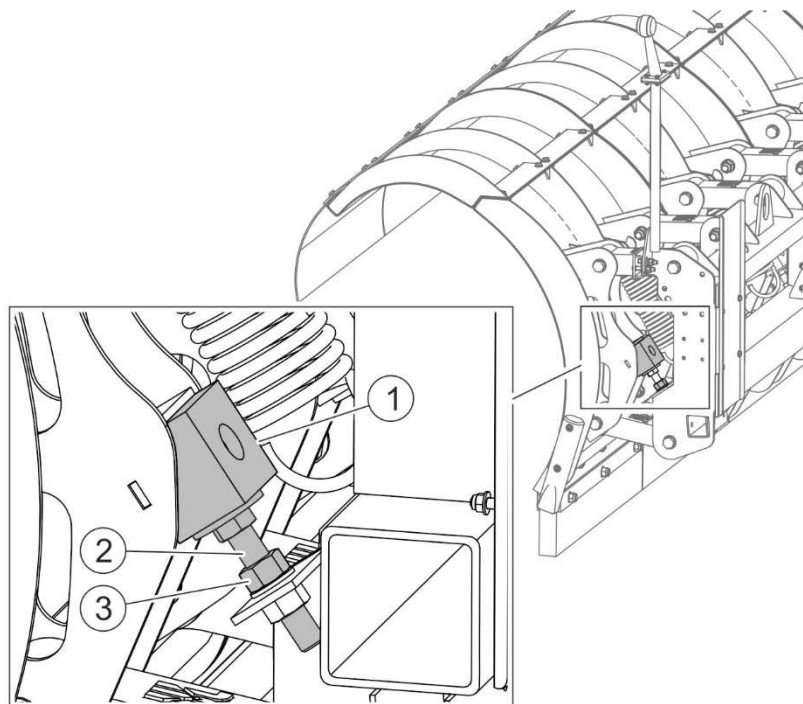

РИСУНОК 5.4 Регулирование сегмента отвала
При наезде на препятствие отдельные сегменты отвала могут независимо подниматься и возвращаться в рабочее положение благодаря амортизирующим пружинам. Каждый из сегментов отвала имеет возможность регулировать высоту рабочего положения путем изменения расстояния от отбойника (1) (РИСУНОК 5.4) до держателя сегмента отвала.